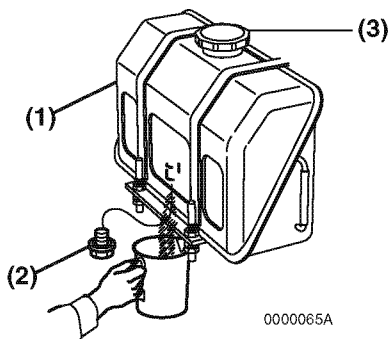

Figure 10
1. Placez un récipient agréé sous le réservoir de carburant diesel (**Figure 10, (1)**) pour recueillir les impuretés.
2. Retirez le bouchon de réservoir (**Figure 10, (3)**).
3. Retirez le bouchon de vidange (**Figure 10, (2)**) pour évacuer les impuretés (eau, impuretés, etc.) du fond du réservoir.